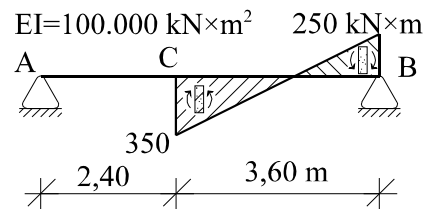

Figura 6
6) La viga biapoyada AB de la figura 6 sufre la ley de momentos flectores mostrada. Se pide dibujar la deformada de la viga a estima y acotar sobre ella el valor del giro en su extremo B , θ_B . (Examen enero 2.013.)